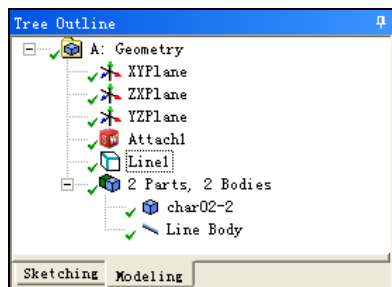

图 2-68 设计树中的线体
**步骤 03** 单击 **Generate** (生成) 按钮, 生成线体。设计树中的  Line1 变为  Line1, 线体显示为蓝色, 表示线体生成成功。此时设计树中即包含了刚刚创建的线体, 如图 2-68 所示。